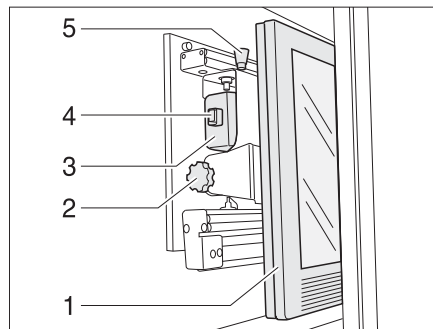

Fig. 122 Meuble télévision
- Appuyer sur le bouton de déverrouillage (Fig. 122,5) et tirer le support de l'écran plat jusqu'à la butée vers l'avant, à l'aide de la poignée (Fig. 122,4).
- Tirer le bouton de déverrouillage (Fig. 122,1) et faire pivoter l'écran plat (Fig. 122,2) dans la position souhaitée.
- Desserrer la vis moletée (Fig. 122,3).